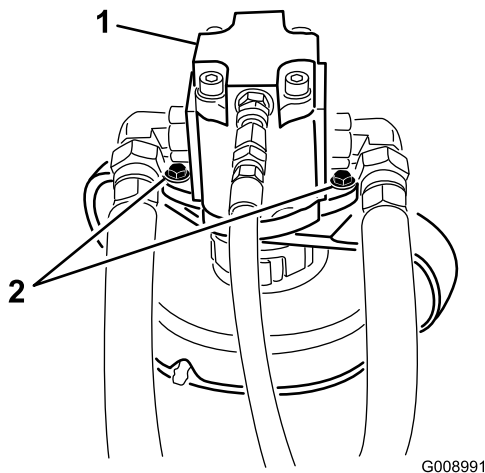

Figura 6
4. Retire los pernos que sujetan el motor hidráulico a la unidad de corte (Figura 6). Retire el motor de la unidad de corte y apártelo de la unidad de corte.
8. Instale el motor hidráulico en la unidad de corte con los pernos que retiró anteriormente (Figura 6).